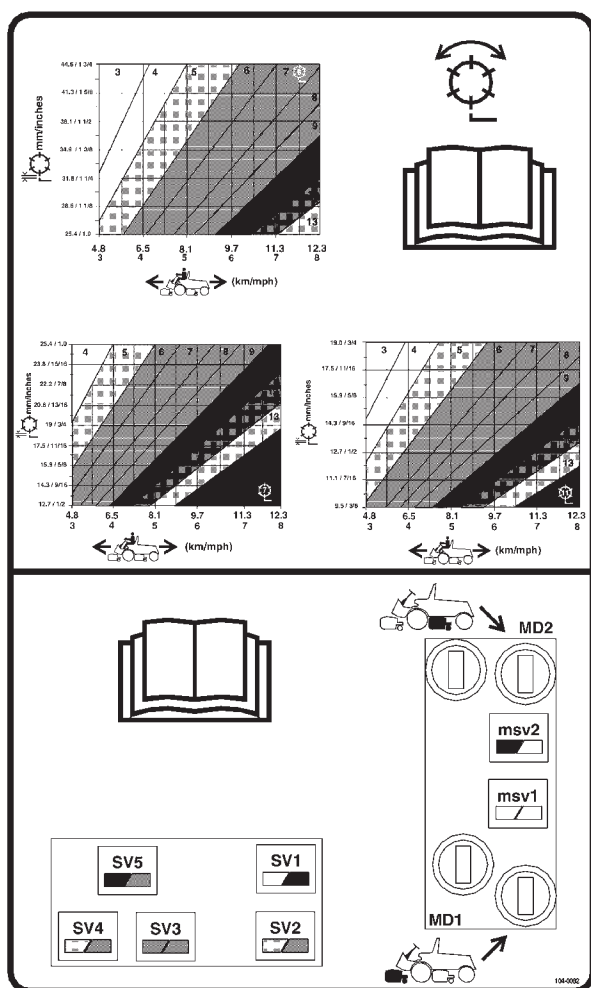

Figure 27
3. A l'aide du graphique approprié (Fig. 27) pour les plateaux de coupe à 5, 7 ou 11 lames, déterminez le réglage de vitesse des cylindres.